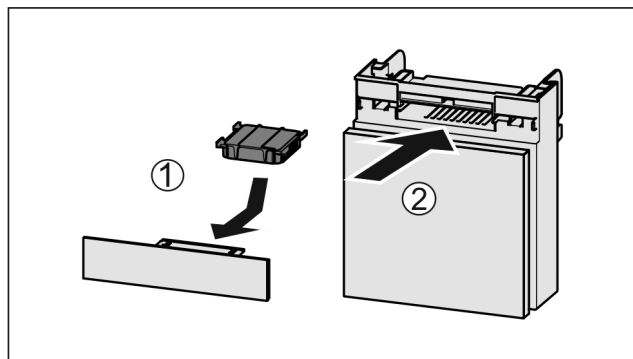

Fig. 75
- ▶ Inserire il vano Fig. 75 (2).